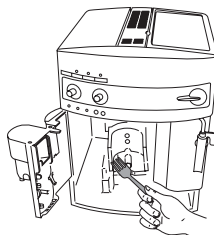
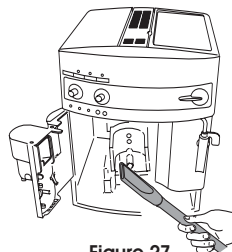

Figure 26
Figure 27
• Nettoyez avec soin l'intérieur de l'appareil en le grattant avec une fourchette en plastique ou en bois (Figure 26) puis récupérez tous les résidus avec un aspirateur (Figure 27).